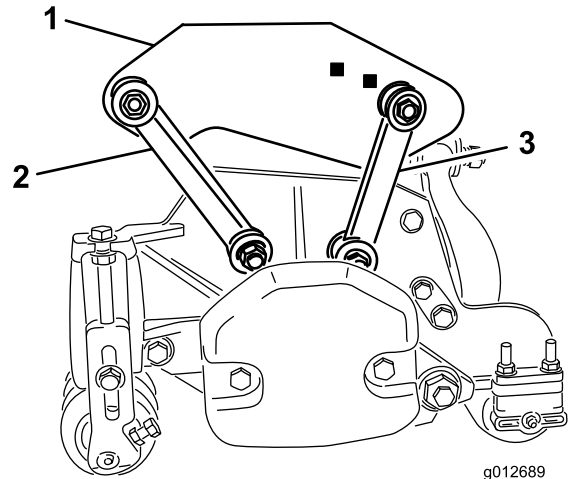

Bild 19
- Befestigen Sie die vorderen Befestigungslenker mit einer Schraube (3/8" x 2-1/4"), zwei Flachscheiben und einer Sicherungsmutter in den Löchern im Trägerrahmen, wie in Bild 19 abgebildet. Bringen Sie an jeder Seite der Verbindung bei der Montage eine Scheibe an. Ziehen Sie die Befestigungen bis auf ein Drehmoment von 42 Nm an.
- Befestigen Sie die hinteren Befestigungslenker mit einer Schraube (3/8" x 2-1/4"), zwei Flachscheiben und einer Sicherungsmutter in den Löchern im hinteren Trägerrahmen, wie in Bild 19 abgebildet. Bringen Sie an jeder Seite der Verbindung bei der Montage eine Scheibe an. Ziehen Sie die Befestigungen bis auf ein Drehmoment von 42 Nm an.